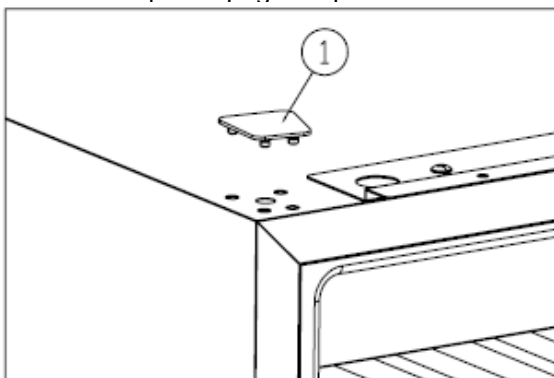

Figure 3
- Enlever le cache du joint (1). [Figure 3]